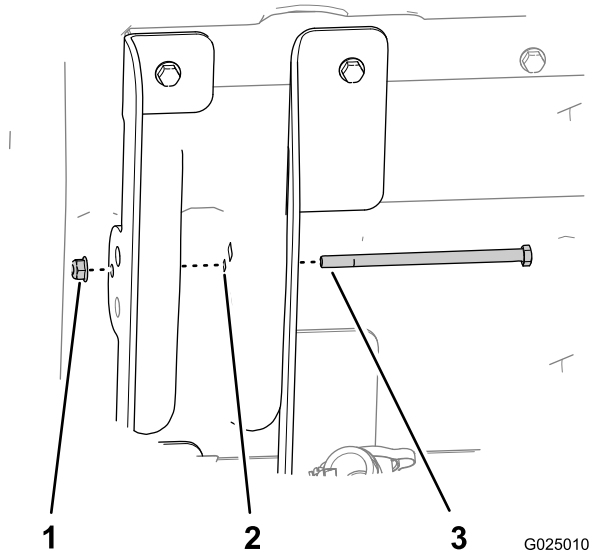

Figura 5
7. Insira o parafuso de cabeça sextavada (5/16 x 5-1/2 pol.) através do furo 8 mm no suporte interior da caixa (flanges compridas), estrutura da caixa e o suporte exterior do elevador da caixa (flanges curtas) como se mostra em Figura 5.
8. Prenda o parafuso com a porca flangeada (5/16 pol.) manualmente (Figura 5).
11. Aperte a porca flangeada que prende o parafuso (5/16 pol.) até que fique fixo (Figura 5).